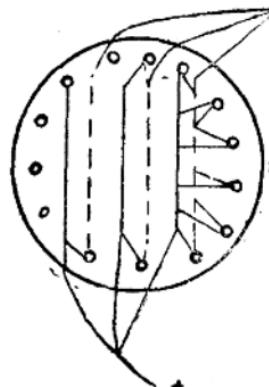

图 14
(3) 多母綫聯炮(图14)。这种方法也可避免丢炮瞎炮現象。